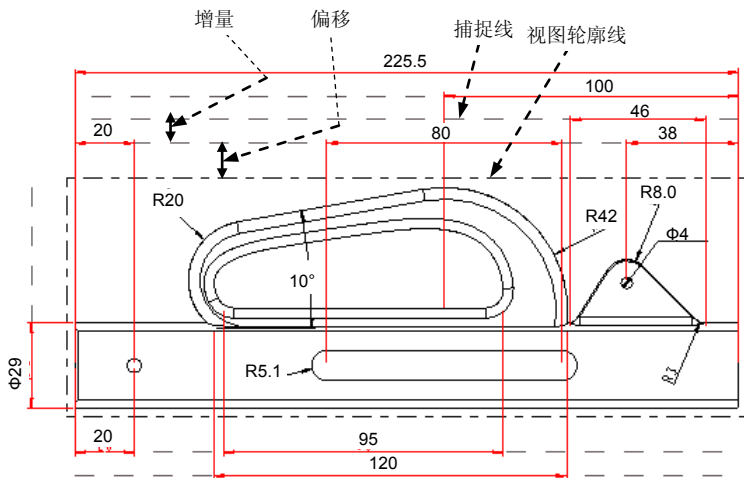

图 10.5.21 整理尺寸
Step2. 此时系统提示  选取要清除的视图或立尺寸。如图 10.5.21 所示，选择模型 body 的主视图并单击鼠标中键一次。
- “偏移”是设置视图轮廓线（或所选基准线）与视图最靠近它们的某个尺寸间的距离（图 10.5.21）。输入偏距值并按 Enter 键，然后单击对话框中的  按钮，可将输入的偏距值立即施加到视图中，并可看到效果。一般以“视图轮廓”为“偏移参照”，也可以选取某个基准线为参照。
- “增量”是两相邻尺寸的间距（图 10.5.21）。输入增量值并按 Enter 键，然后单击对话框中的  按钮，可将输入的增量值立即施加到视图中，并可看到效果。